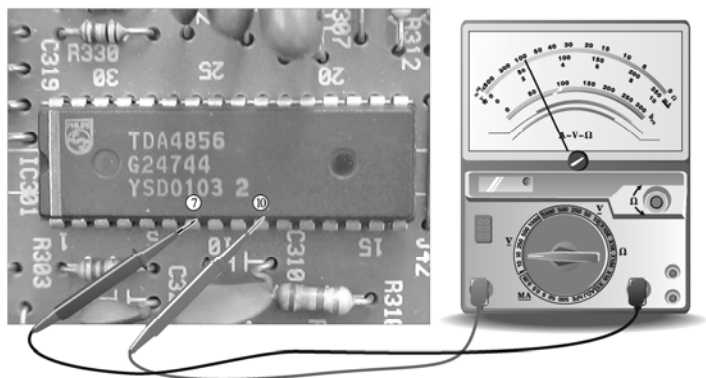

图 5-50 检测 IC301⑩脚的供电电压
若检测时,上述信号正常,还需要进一步检测 IC301(TDA4856)电源供电是否正常。在通电状态下,检查 IC301 的⑩脚供电电压。万用表量程旋钮选择 15 V 电压挡,功能旋钮旋至直流挡。然后用黑表笔接⑦脚接地端,红表笔接⑩脚,如图 5-50 所示。
由如图 5-50 所示可知，IC301 的⑩脚有约 12 V 的供电电压，说明其电源供电端也正常。那么，在 IC301 的输入信号正常、供电电压正常的前提下，输出的行激励信号仍不正常，则说明集成块 IC301 可能已损坏。